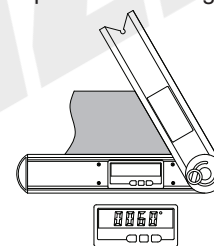
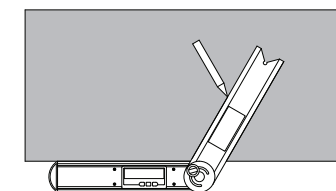

Fig.7
Fig.9
c.Medições de ângulo (Fig.7 e 8) e linhas de desenho auxiliares (Fig.9).